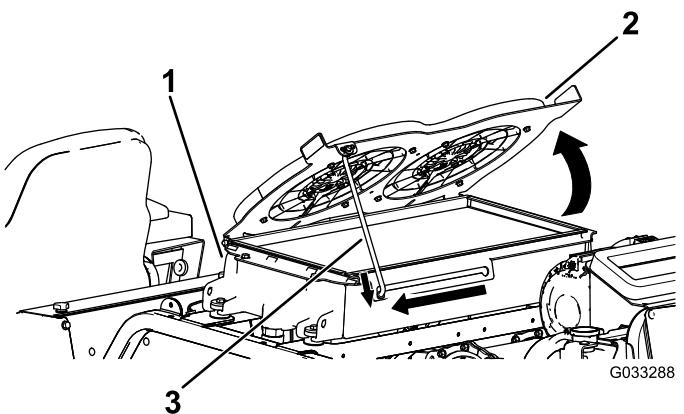

Bild 88
2. Drehen Sie die Hydraulikkühlventilatoren nach oben und arretieren Sie die Stützstange in der Kerbe (Bild 88).